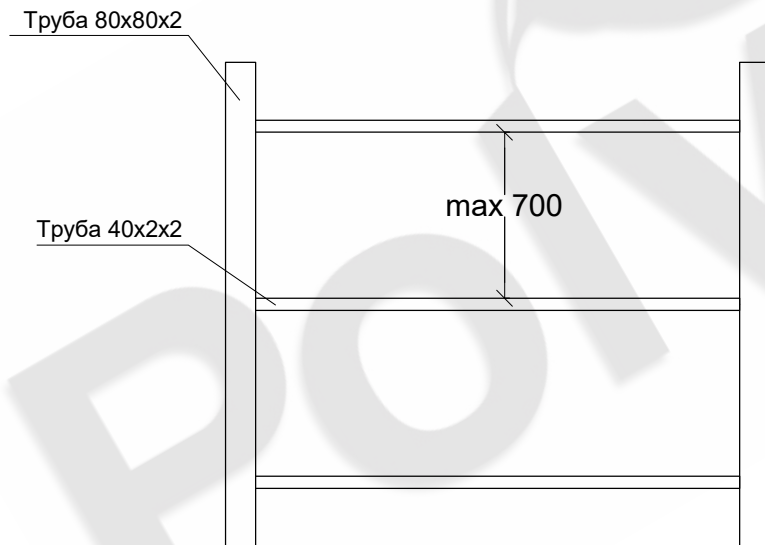

Рис. 7 Каркас забора
- Монтаж ограждения начинается с установки столбов. В качестве столбов можно использовать меллическую профильную трубу 80x80x2, кирпичные столбы и монолитные столбы. (Рис. 7)